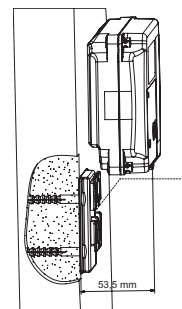

Fig. 3
7. Deslice el calculador sobre la base de montaje instalada como se muestra en la Fig. 3